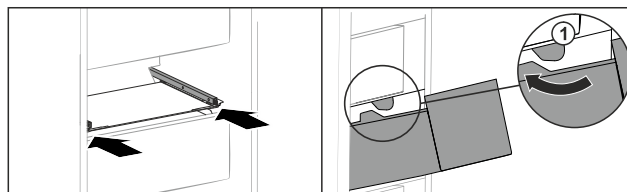

Fig. 168
- ▶ Прокарайте чекмеджето около ограничителите Fig. 168 (1).